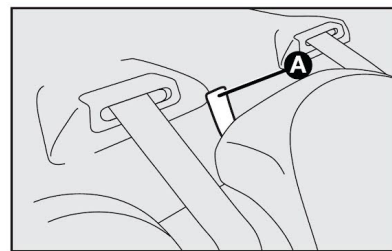

fig. 89
5) Desencaixar o encosto, puxando a fita **A-fig. 89**.
Para isso, puxar a fita da direita ou da esquerda **A-fig. 89** e rebater para a frente o encosto até obter uma única superfície de carga.